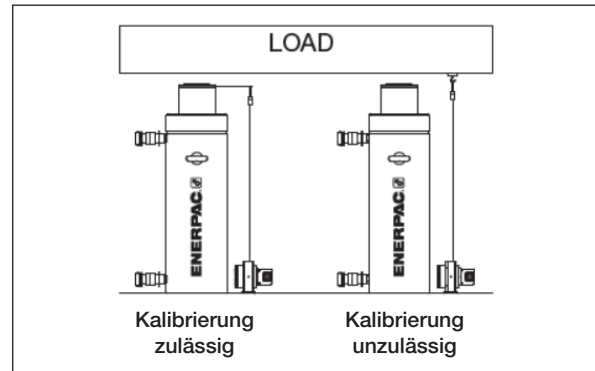

Abbildung 17: Kalibrierungsbedingungen
2. „Cylinder Calibration Selection“ (Auswahl der Zylinderkalibrierung): Der Benutzer muss je nach verwendetem Zylindertyp einstellen, ob die Kalibrierung durchgeführt werden soll oder nicht. Für nähere Informationen siehe Abbildung 17.